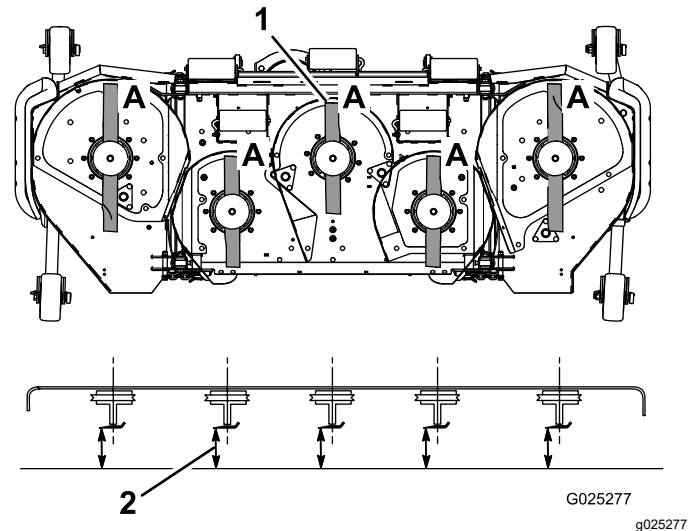

Figura 27
- Gire las cuchillas hasta que los extremos estén orientados hacia adelante y hacia atrás (Figura 27).
- Mida desde una superficie nivelada hasta el filo de corte, posición A, de las cuchillas (Figura 27). Anote esta dimensión.